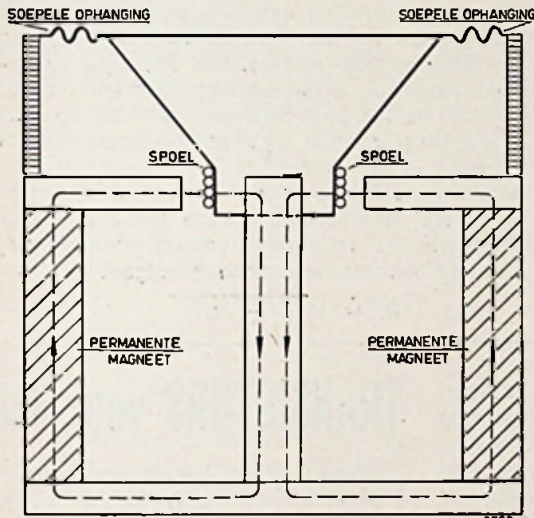

Fig. 10
b. Electro-dynamische microfoon (zie fig. 10). Onder invloed van de geluidstrillingen beweegt het spoeltje zich in de luchtspleet, waarbij de draden krachtlijnen snijden. In het spoeltje wordt een spanning geïnduceerd, die aan de klemmen beschikbaar is.